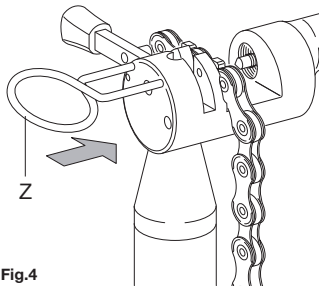

Fig.4
- bloquear el eslabón con el indicado dispositivo de bloqueo (Z) (**Fig.4**);